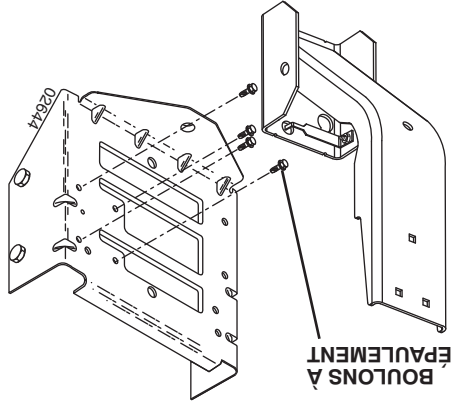

Fig. 1B
REMARQUE: Si votre tracteur a déjà quatre (4) boulons à épaulement installés sur la barre d'attelage arrière, accrochez simplement le support de montage sur les boulons. Débarassez-vous des boulons à épaulement qui es inclus et ne suivez pas la Fig. 1B.
BOULONS A EPAULEMENT (Voir Fig. 1B)